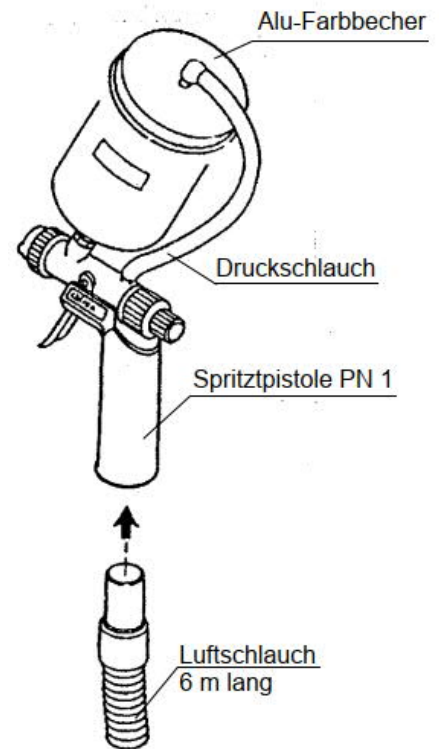

Abb.1
- Luftschlauch des **ABAC**-Niederdruckgebläses in den Isoliergriff der Spritzpistole einstecken (Abb.1).